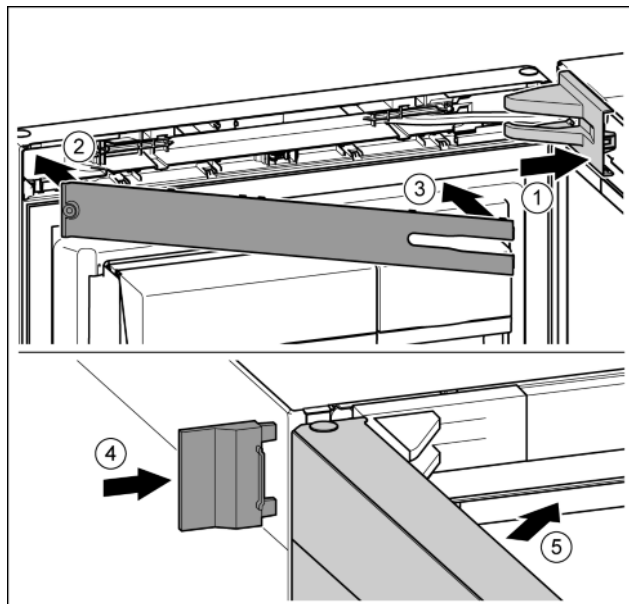

Fig. 50
- Nasadíte a zaklapnete kryt stojanu ložiska, příp. opatrně přitlačte od sebe. Fig. 50 (1)
- Nasadíte záslepku. Fig. 50 (2)
- Záslepku sklopte a zaklapnete. Fig. 50 (3)
- Vnější kryt nasuňte. Fig. 50 (4)
- Zavřete horní dveře. Fig. 50 (5)